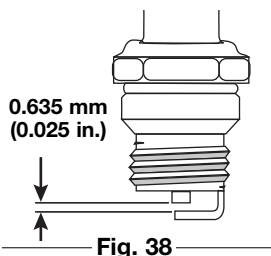

Fig. 38
2. Suelte el gatillo del regulador y deje que el motor funcione en mínima. Si el motor se para, inserte un destornillador Phillips pequeño en el orificio de la cubierta del motor (Fig. 38). Gire el tornillo de mínima hacia adentro, en sentido horario, de a 1/8 de vuelta por vez (según sea necesario) hasta que el motor funcione en mínima suavemente.
- Cambie las bujías que estén rajadas, sucias o deterioradas. Fije la separación de aire a **0,635 mm (0,025 pulgadas)** utilizando un calibrador (Fig. 38).